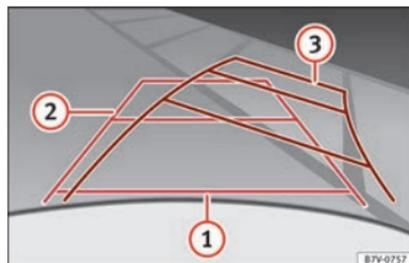

Abb. 216 Bildschirm: Orientierungslinien des Parkraums hinter dem Fahrzeug.
Bedeutung der auf den Bildschirm projizierten Orientierungslinien » Abb. 216. Alle Längenangaben der Orientierungslinien beziehen sich auf ein Fahrzeug, das auf einer waagerechten Fläche steht.
- Langsam rückwärtsfahren und dabei so lenken, dass die gelben Orientierungslinien in die Parklücke führen » Abb. 216 ③.